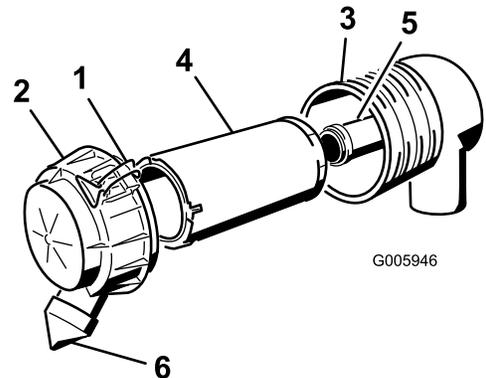

Figura 29
3. Abra los cierres del limpiador de aire y tire de la tapa del limpiador de aire para separarla de la carcasa del limpiador de aire (Figura 29).
6. Extraiga con cuidado el filtro primario del cuerpo del limpiador de aire (Figura 29). Evite golpear el filtro contra el lado de la carcasa.
9. Si va a cambiar el filtro de seguridad, deslice cuidadosamente el filtro nuevo en el cuerpo del filtro (Figura 29).
10. Deslice cuidadosamente el filtro primario por encima del filtro de seguridad (Figura 29). Asegúrese de que está bien asentado empujando sobre el borde exterior del filtro mientras lo instala.
11. Instale la tapa del limpiador de aire con el lado que lleva la palabra UP hacia arriba, y fije los cierres (Figura 29).